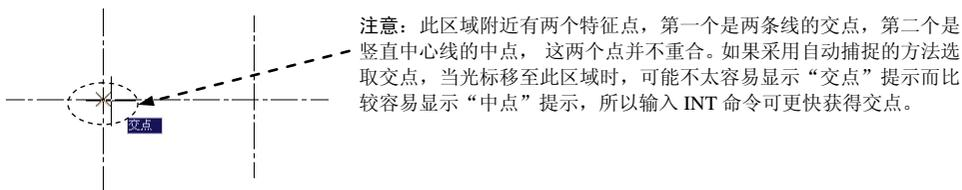

图 3.5.5 输入命令捕捉两条中心线的交点
Step3. 绘制第一个圆。选择下拉菜单 **绘图 (U)** → **圆 (C)** → **圆心、半径 (R)** 命令；输入命令 INT（交点捕捉命令）并按 Enter 键，然后将鼠标光标移至图 3.5.5 所示的两条中心线交点附近，在鼠标光标附近立即出现“交点”提示，选取该点；输入半径值 12.5 并按 Enter 键。